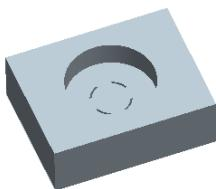
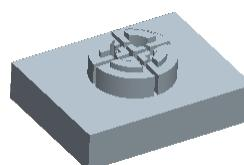

图 18.21 着色后的上半部分体积块
图 18.22 着色后的下半部分体积块
Step3. 选取 INSERT_04_BODY 作为要分割的模具体积块; 选取 **面组: F7 (PS)** 分型面为分割曲面。
Step4. 在“体积块分割”操控板中单击 **体积块** 按钮, 在“体积块”界面中单击 **1 体积块_1** 区域, 此时模型的上半部分变亮, 如图 18.21 所示, 然后在选中的区域中将名称改为 UPPER_MOLD; 在“体积块”界面中单击 **2 体积块_2** 区域, 此时模型的下半部分变亮, 如图 18.22 所示, 然后在选中的区域中将名称改为 LOWER_MOLD。